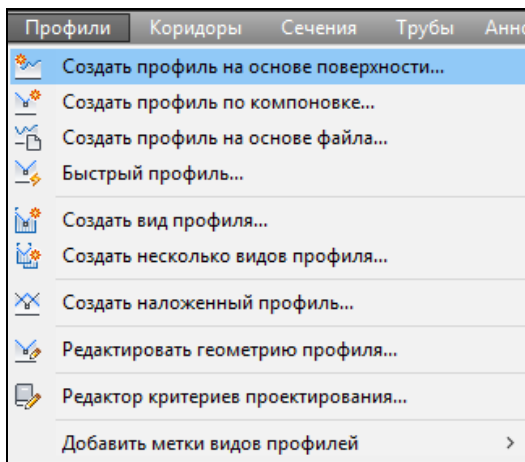

Рис. 43. Выбор команды «Создать профиль на основе поверхности»
1. В верхнем меню выбрать «Профили» → «Создать профиль на основе поверхности» (рис. 43).